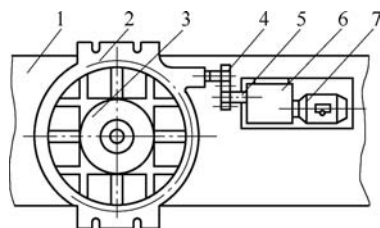

图2 回转工作台与工件的安装
(1) 磨削条件的选择与工艺计算。磨床为立磨头并在垂直方向能扳转角度的导轨磨床或其他磨床，夹具为能装夹工件并能自动旋转的回转工作台（见图2）。选用砂轮特性为WAF36J6V、直径为150mm的碗形砂轮。外球面用样板检测球面的轮廓度；磨内球面时，用红丹粉和外球面工件配测接触面积的状况，要求达到75%以上。